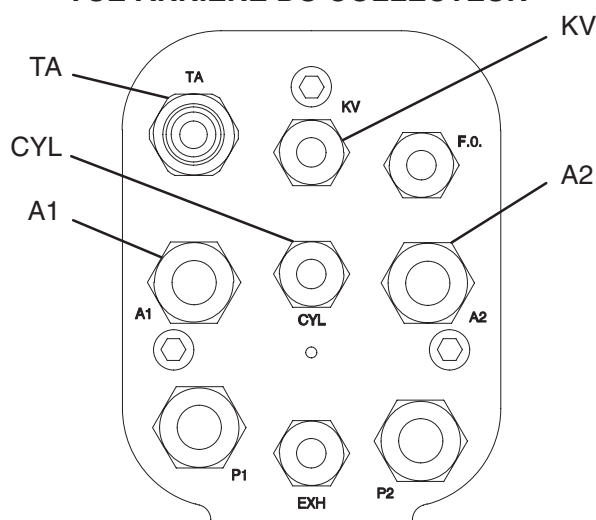

Fig. 10
Les fonctions du pistolet sont activées ou désactivées par l'intermédiaire d'électrovannes sur les lignes d'alimentation d'air du cylindre (CYL), de la turbine (TA), de l'interrupteur KV. Voir les branchements du collecteur du pistolet en Fig. 10.